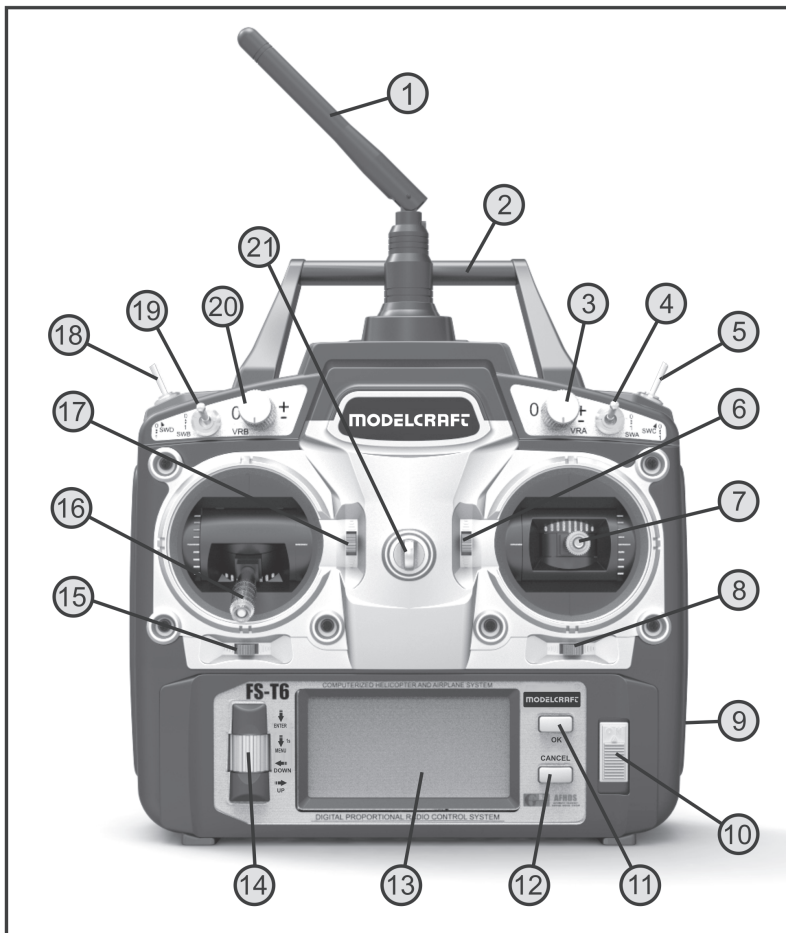

Bild 1
Winkeln Sie die Senderantenne (siehe Bild 1, Pos. 1) seitlich ab, so dass die Antenne im 90°-Winkel zur Verbindungslinie Fernsteuerung/Modell steht. So erreichen Sie die beste Signalübertragung. Vermeiden Sie es mit der Spitze der Senderantenne auf das Modell zu „zielen“. Wenn die Empfängerantenne senkrecht im Modell befestigt ist, sollten Sie die Senderantenne ebenfalls senkrecht nach oben ausrichten.
Zur Stromversorgung des Senders benötigen Sie 8 Alkaline-Batterien (z.B. Conrad Best.-Nr. 650117) oder Akkus der Größe Mignon (AA). Aus ökologischen und auch wirtschaftlichen Gründen ist es in jedem Fall empfehlenswert Akkus einzusetzen, da diese im Sender über eine eingebaute Ladebuchse (siehe Bild 1, Pos. 9) wieder aufgeladen werden können.
Überprüfen Sie anschließend die Position der Kippschalter. Sämtliche Schalter sollten sich in der vorderen bzw. unteren Position befinden. Nun können Sie den Sender mit Hilfe des Ein-/Aus Schalters (siehe Bild 1, Pos. 10) einschalten.
Sollte sich einer der vier Kippschalter (siehe Bild 1, Pos. 4, 5, 18 und 19) nicht in der vorderen bzw. unteren Position befinden, so gibt der Sender beim Einschalten Warntöne aus und ein entsprechender Hinweis wird im Display angezeigt.